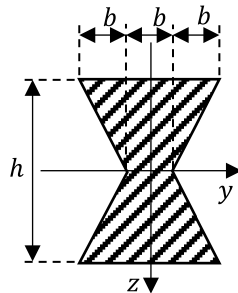

図 2 はりの断面形状
- 断面二次モーメントの定義に従って、図 2 に示すはりの断面形状の断面二次モーメントを計算せよ。